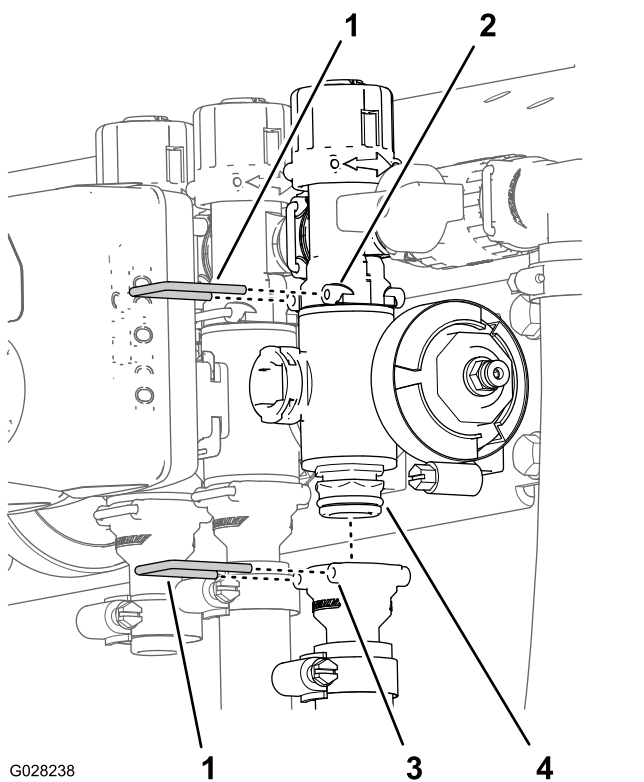

Figura 120
- Îndepărtați opritoarele care fixează fittingul de ieire la colectorul supapei de seciune i colectorul supapei la fittingul de bypass (Figura 120).